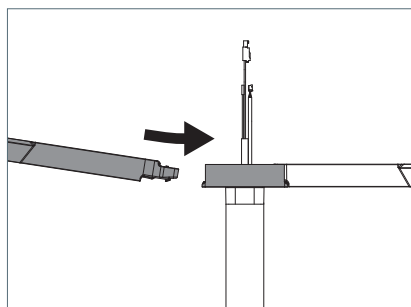

Fig. 14: Montare la testa dell'apparecchio 2.
3. Inserire il braccio di supporto della seconda testa dell'apparecchio con una leggera inclinazione verso il basso nell'adattatore fino alla battuta, vedere Fig. 14.